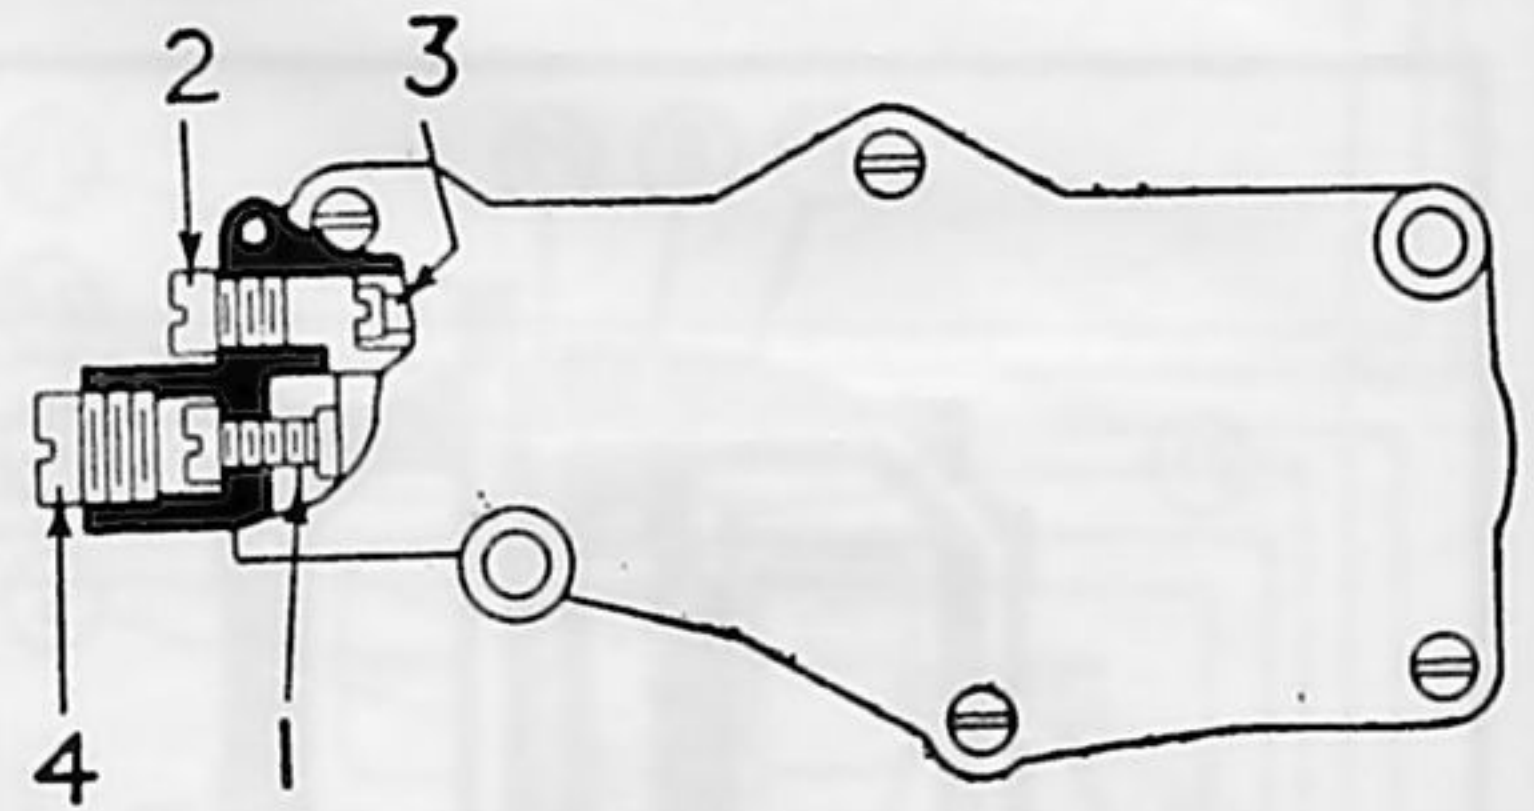

Fig. 5. — Réglage du régulateur.
- 5 : piston et pompe de dépression (voir détail fig. 5).
Pour régler la vitesse du régulateur, enlever le bouchon 4 (fig. 5). A l'aide d'un tournevis, tourner la vis 1 dans le sens des aiguilles d'une montre pour augmenter la vitesse, ou en sens contraire, pour la diminuer.